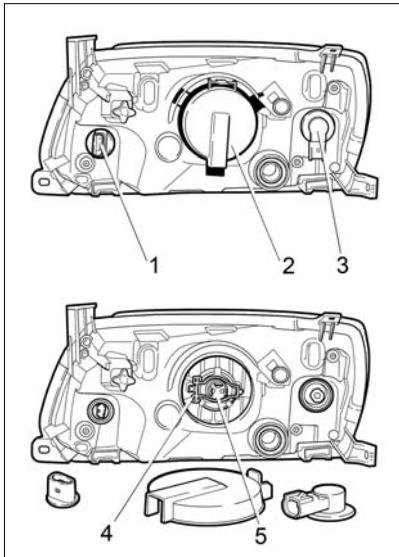

Рис. 59. Блок-фара
Для доступа к лампе ближнего/дальнего света выньте защитную крышку 2 (рис. 59), отсоедините колодку жгута проводов и снимите резиновый кожух лампы, отведите поочередно в стороны «усики» 4 пружины ламподержателя, предварительно нажав на них, выньте лампу 5 из посадочного места рефлектора. Монтаж новой лампы проводите в обратном порядке. Все работы по установке галогеновой лампы проводите в перчатках во избежание оставления следов на колбе лампы. После установки лампы ближнего/дальнего света убедитесь в плотном прилегании резинового кожуха на цоколе лампы и корпусе блок-фары.
Рис. 59а. Задний фонарь автомобиля с кузовом «седан»
Рис. 59б. Задний фонарь автомобиля с кузовом «лифтбек»
Для снятия ламп в заднем фонаре автомобиля с кузовом «седан» (рис. 59а) проделайте следующие действия:
Рис. 59в. Снятие заглушки опоры полки
Для снятия ламп в заднем фонаре автомобиля с кузовом «лифтбек» (рис. 59б) проделайте следующие действия:
- нажмите пальцем через отверстие в заглушке опоры полки на защелку 1 (рис. 59в);
Рис. 59г. Боковой указатель поворота
Для замены лампы в боковом указателе поворота 1 (рис. 59г) снимите его с автомобиля. В гнез-